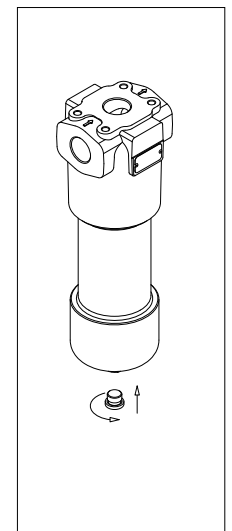

fig. 19
- (Fig. 19) Serrare il tappo di drenaggio facendo riferimento alla tabella delle coppie di serraggio al paragrafo 3